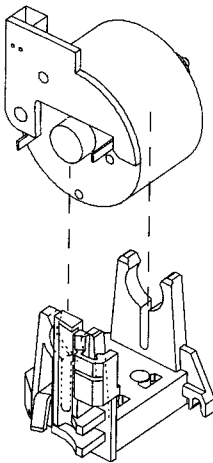

Abb. 6
- Den Einfädelmotor (Pos.38) aus dem Motorhalter nehmen (Fig. 6).